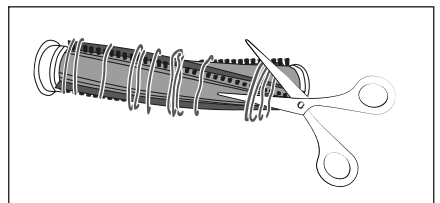

Fig. 24
- 4) Tăiați firele și părul de-a lungul periei periei rotative **19** cu ajutorul unei foarfeci (a se vedea fig. 24). Îndepărtați firele și părul de pe peria rotativă **19**.